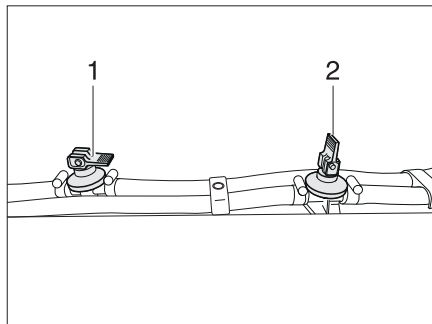

Bild 375 Avtappningskran
- Stäng alla avtappningskranar. Ställ vipparmen (Bild 375,1) i vågrätt läge.